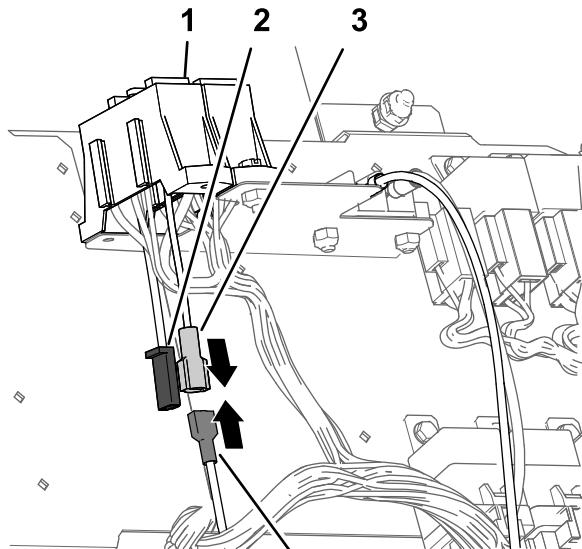

図 20
- 車両用のヒューズブロックにブレード形コネクタが付いている車両の場合には、仕上げキット用ハーネスについているブレード形コネクタを車両のヒューズブロックのソケットに接続する図20。